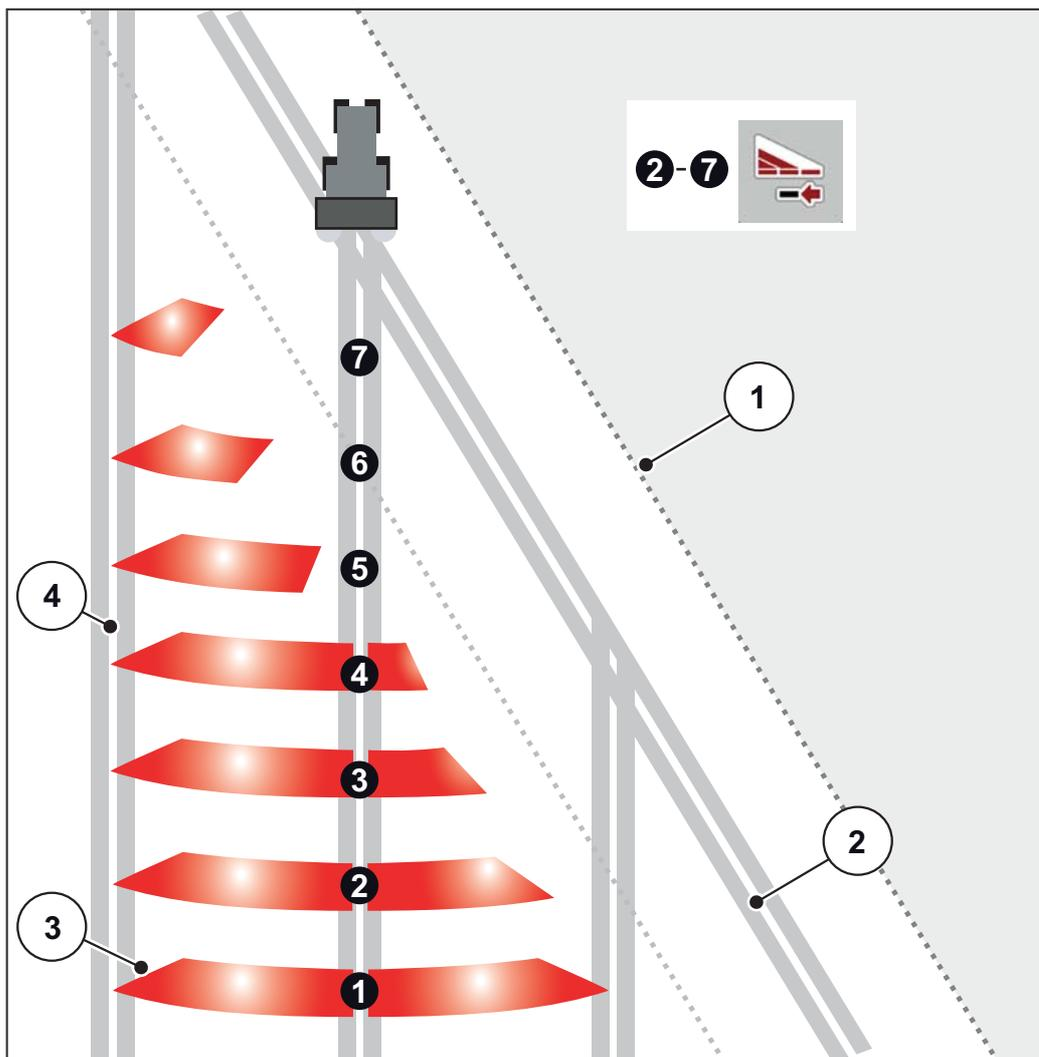

Figura 5.4: Attivazione automatica delle larghezze laterali
- L'attivazione delle larghezze laterali è possibile dall'esterno verso l'interno oppure dall'interno verso l'esterno. Vedere figura 5.4.